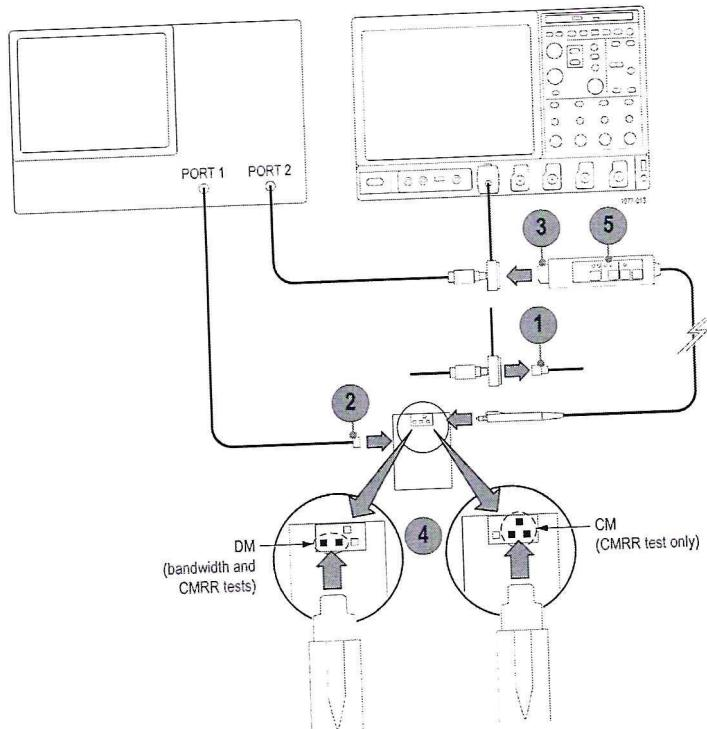

Рисунок 4
- 8.4.12 Подключить измерительную головку пробника к дифференциальным контактам адаптера BNC для наконечника пробника (см. рис. 4 - увеличенная часть слева) (4).
8.5.4 Подключить измерительную головку пробника к дифференциальным контактам адаптера BNC для наконечника пробника (см. рис. 4 - увеличенная часть слева). Полярность произвольная. Не подключать контакт - земля при проверке пробника TDP1500.
8.5.7 Отключить измерительную головку пробника от дифференциальных kontaktов адаптера BNC для наконечника пробника и подключить ее к синфазным kontaktам (см. рис. 4 - увеличенная часть справа).